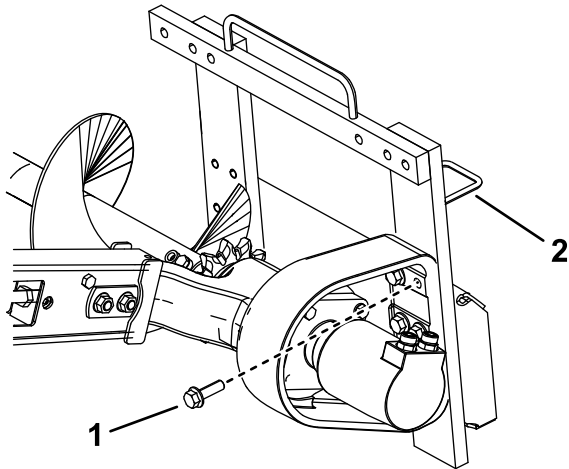

Bild 7
- Entfernen Sie die sechs Schrauben, mit denen der Grabenfräsenkopf am Rahmen befestigt ist (**Bild 7**).
- Verlagern Sie die Schläuche aus der Schlauchführung an der Oberseite der Grabenfräse zu der Schlauchführung an der linken Seite (**Bild 7**).